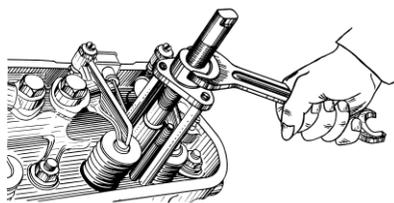

Рисунок 72 – Отвертывание гайки    Рисунок 73 – Снятие форсунки скобы крепления форсунки
- 4 Отвернуть гайки скоб крепления форсунок (рис. 72), снять форсунки (рис. 73), предохраняя распылитель от ударов и засорения отверстий.